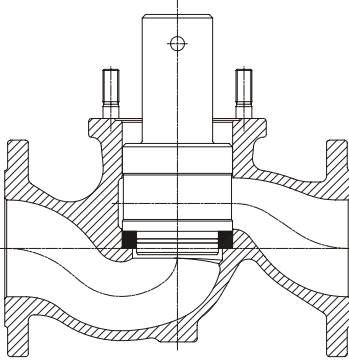
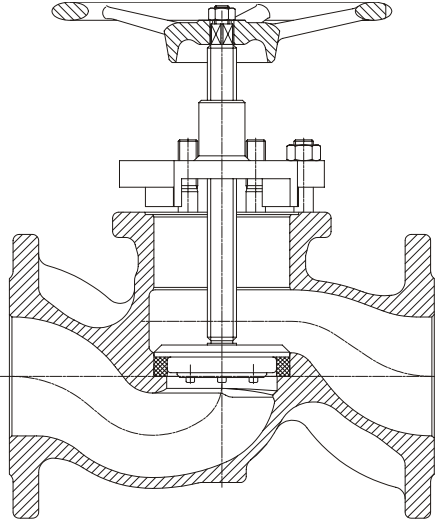

Fig. 5
Fig. 7
- Monter la rondelle inférieure (repère 14) avec l'outil de montage – voir page 11 Fig.5 pour DN 65 et 80, Fig.7 pour DN 100 à 150
- Nettoyer la lanterne (5) et la positionner en s'assurant qu'un des orifices est en regard de la sortie du robinet (optimisation du coefficient de débit)